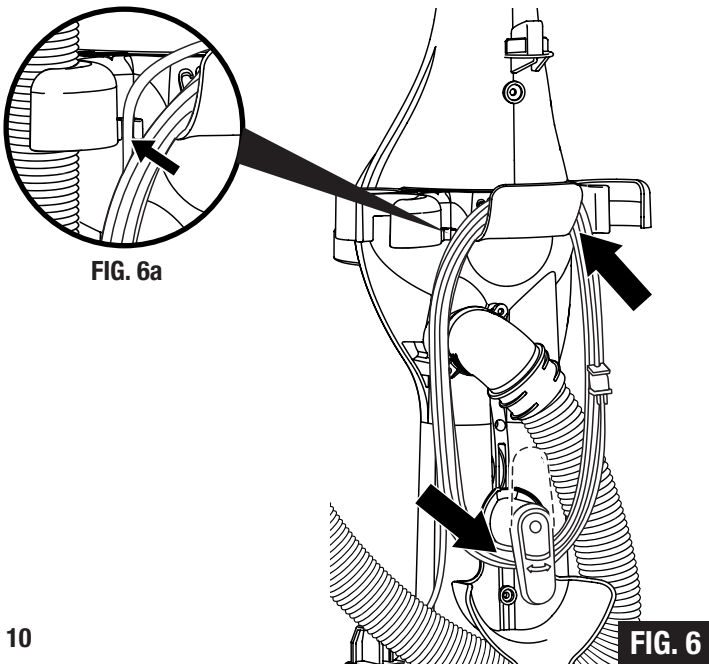

FIG. 6
Step 6: Pull the electrical cord up to the cord retainer and firmly push into the retainer (FIG. 6a). This will keep the cord out of the way for next use. Wrap the cord around the carrying handle on the tool caddy and then wrap around the cord release hook. Secure the plug to the power cord with the notch in the plug to prevent unwinding (FIG. 6).
Étape 6 : Tirez le cordon électrique jusqu'à la retenue de cordon et poussez-le dans ce dispositif de retenue (FIG. 6a). Ceci permet de loger le cordon afin qu'il ne gêne pas lors de la prochaine utilisation de l'appareil. Enroulez le cordon autour de la poignée de transport sur le porte-accessoires, puis enroule-le autour de la manivelle. Fixez la fiche au cordon électrique à l'aide de l'entaille sur la fiche pour empêcher qu'il ne se déroule (FIG. 6).
Paso 6: Tire del cordón eléctrico hasta el retenedor del cordón y oprima firmemente hacia adentro del retenedor (FIG. 6a). Esto mantendrá el cordón fuera del paso para el próximo uso. Enrolle el cordón alrededor de la manija de transporte en el portaaccesorios y luego enróllelo alrededor del gancho de liberación. Fije el enchufe al cordón usando la muesca del enchufe para evitar que se desenrolle (FIG. 6).